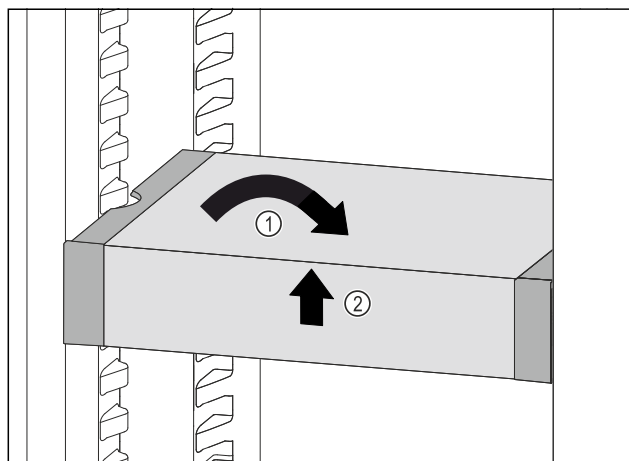

Fig. 95
- ▶ 将 VarioSafe 放平。Fig. 95 (1)
- ▶ 抬起 VarioSafe 前部。Fig. 95 (2)